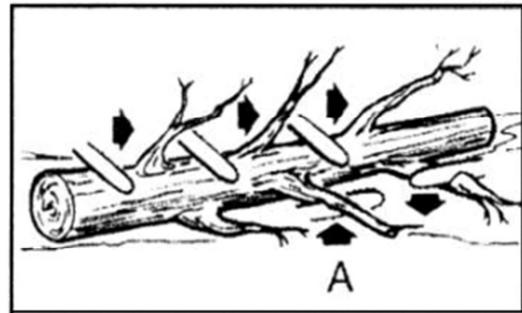

Fig. 10
La sramatura di un albero è il processo di rimozione dei rami da un albero caduto (Fig. 10). Non rimuovere i rami di supporto (A). I rami in tensione dovrebbero essere tagliati dal basso verso l'alto per evitare di far incastrare la motosega.